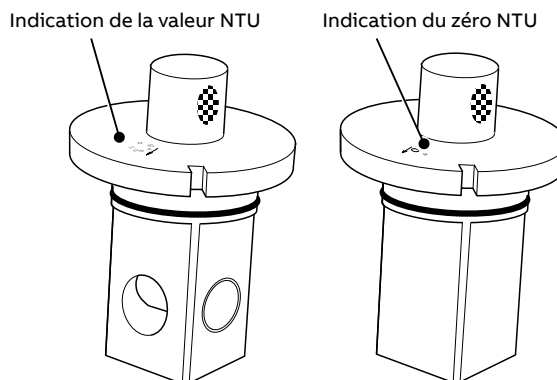
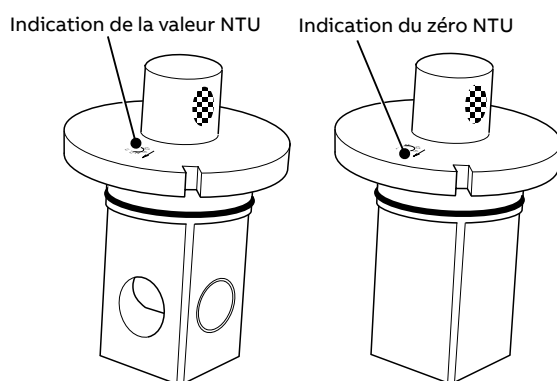
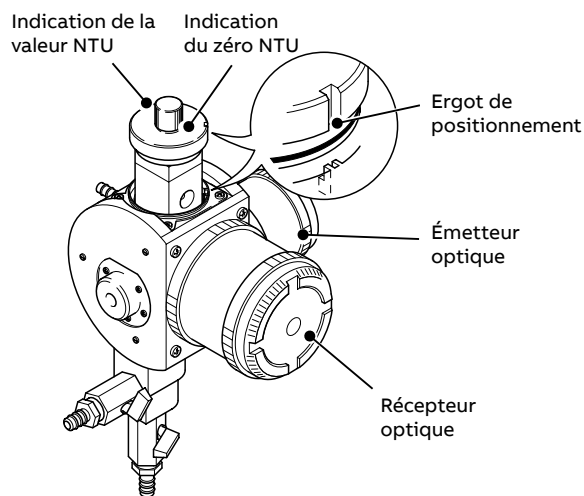

Figure 9 Étalon sec pour capteurs faibles teneurs
Figure 10 Étalon sec pour capteurs fortes teneurs
Figure 11 Insertion de l'étalon sec
- 9 Insérez l'étalon sec avec l'indication du zéro NTU (voir Figure 9 ou Figure 10) face au récepteur optique, en veillant à ce que l'ergot de positionnement s'enclenche correctement. Se reporter à Figure 11.
- 11 Déposez l'étalon sec, tournez-le de 180° et reposez-le, en veillant à ce que l'indication de la valeur NTU (voir Figure 9 ou Figure 10) soit en face du récepteur et à ce que l'ergot de positionnement s'enclenche correctement. Se reporter à Figure 11.